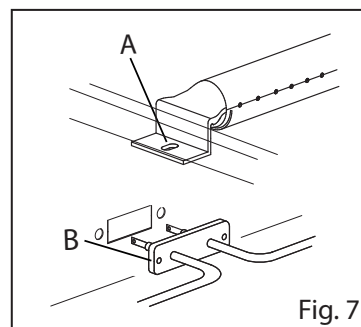

Fig. 7
- Dévisser la vis de fixation (Fig. 7/A)
- Dévisser les vis de fixation (Fig. 7/B) et déconnecter les branchements électriques